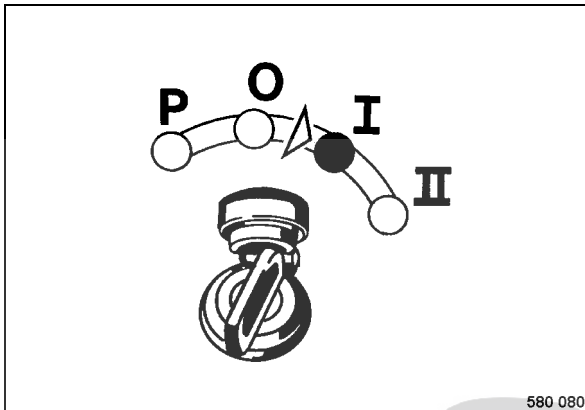

fig. 79
- Commuter l'interrupteur d'allumage sur position „I“ (fig. 79).